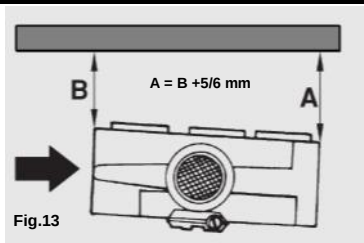

Fig.13
Per lavorazioni in cui l'avanzamento è usato in “**posizione verticale**” (Fig.13) la distanza (B) tra rullo di uscita e squadra deve risultare di 5-6 mm inferiore a quella del rullo di entrata (A).